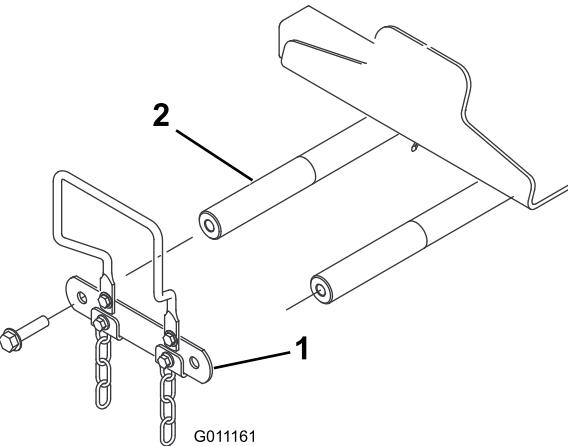

Bild 10
1. Entfernen Sie die zwei Schrauben, mit denen der Gelenkschaftanschluss des Hubarms am Gelenkschaft des Hubarms befestigt ist, und entfernen und bewahren den Gelenkschaftanschluss und die Schrauben auf (Bild 10).